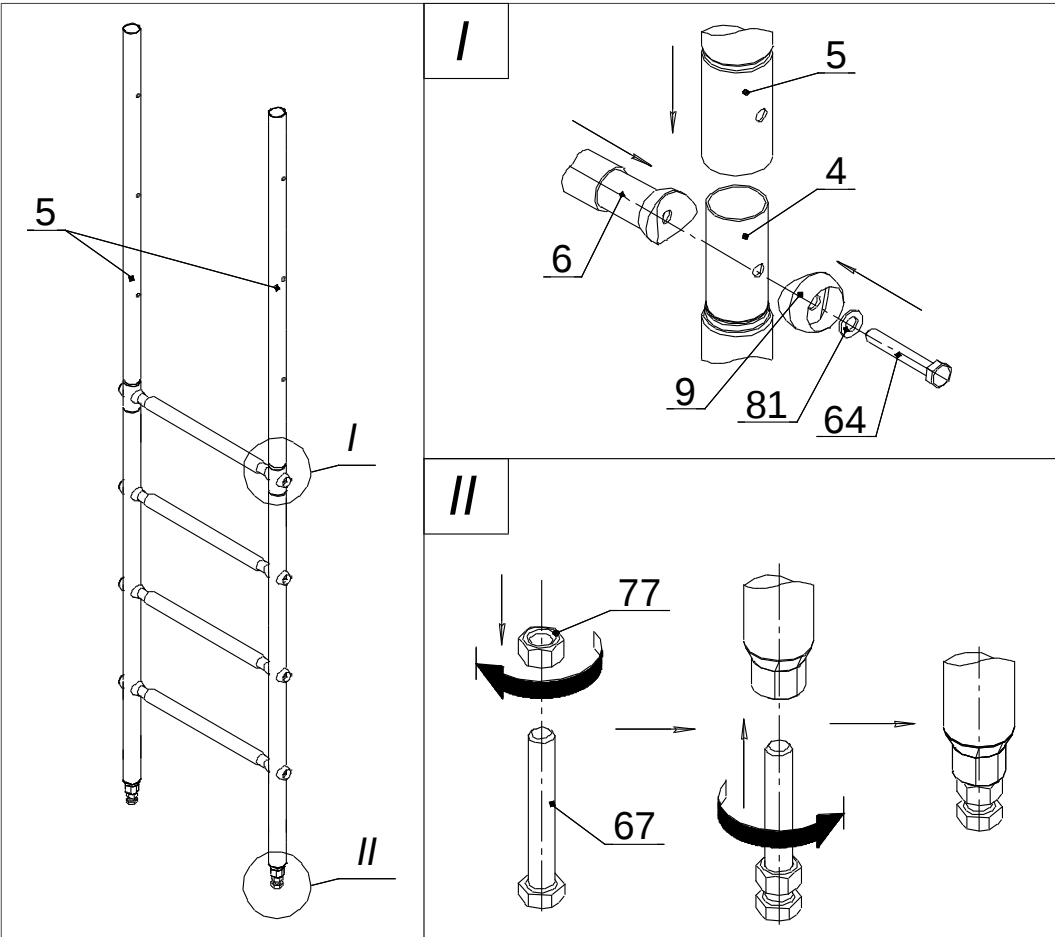
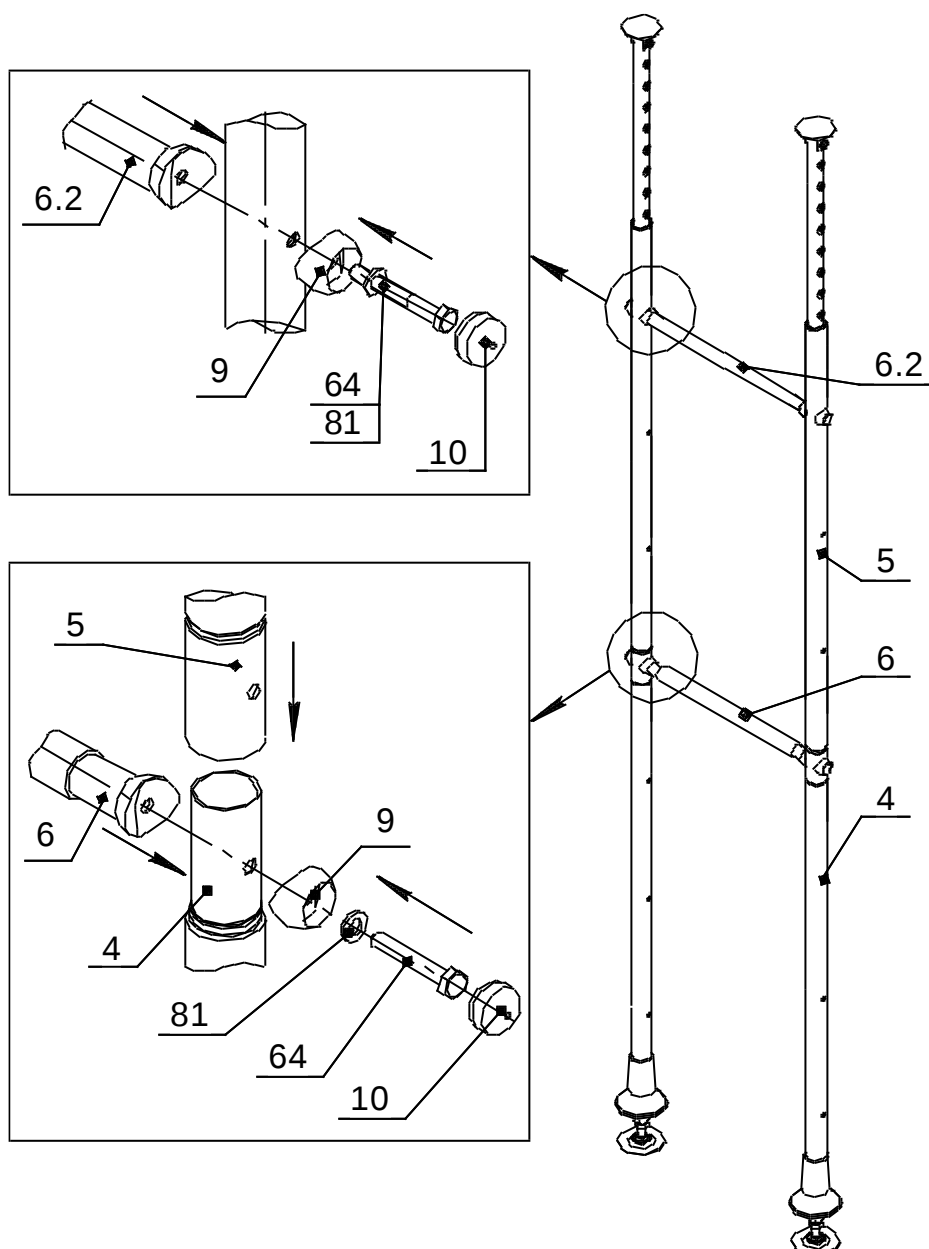

Рис.3
Рис.8
10.5.7 Собрать две нижние стойки с болтами поз.67 (см. рис.3, II); соединить верхние и нижние стойки между собой при помощи ступеней поз.6 и 6.2 (рис.8). Установить вставки с опорами, колпаки, опоры с прокладками аналогично сборке лестницы.
10.5.9 Установить стойки и закрепить рукоход (рис.8).